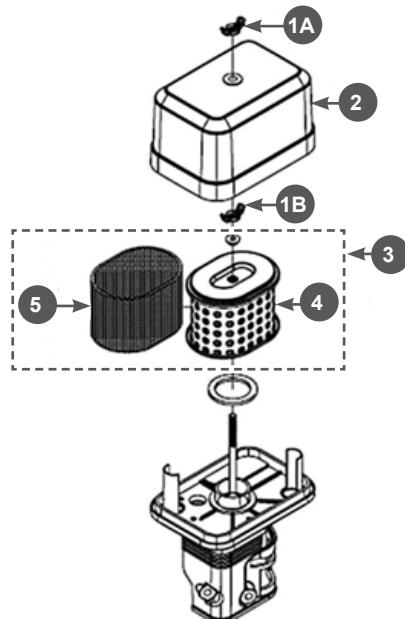

Рис. 20 Обслуживание воздушного фильтра
1. Открутите барашковую гайку 1A и снимите крышку 2 воздушного фильтра (Рис. 20).
2. Открутите барашковую гайку 1B и извлеките из корпуса воздушный фильтр 3 в сборе (Рис. 20).
трующий элемент 5 установлен на корпусе бумажного фильтрующего элемента 4 (Рис. 20).
4. При незначительном загрязнении промойте предварительный поролоновый фильтрующий элемент 5 (Рис. 20) теплым мыльным раствором и просушите. Поврежденный или сильно загрязненный поролоновый фильтрующий элемент замените.
Бумажный фильтрующий элемент 4 (Рис. 20) не подлежит очистке, необходима его замена. Не продувайте основной бумажный фильтрующий элемент сжатым воздухом, не промывайте его в бензине и других растворителях.